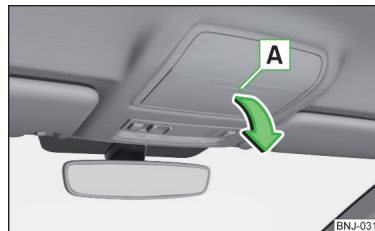

Fig. 87
- » Pentru **deschiderea** sa, apăsați pe capacul compartimentului pentru ochelari în zona . Compartimentul se rabatează în sensul săgeții » fig. 87.